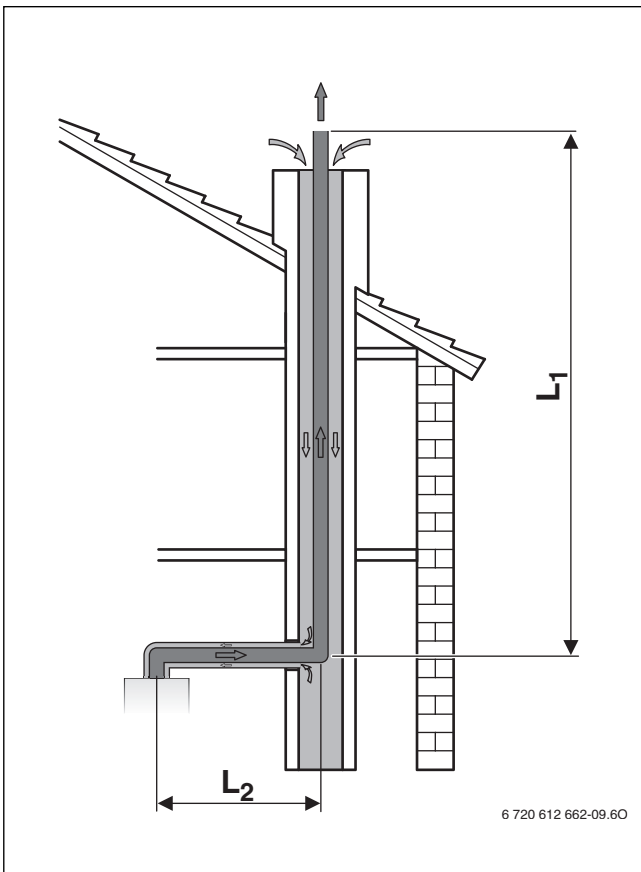

Fig. 11 Ghidarea gazelor arse în puț conform C93
- Dacă alimentarea cu aer de ardere se realizează printr-un puț în contracurent (→ Fig. 11), puțul trebuie curățat după cum urmează.